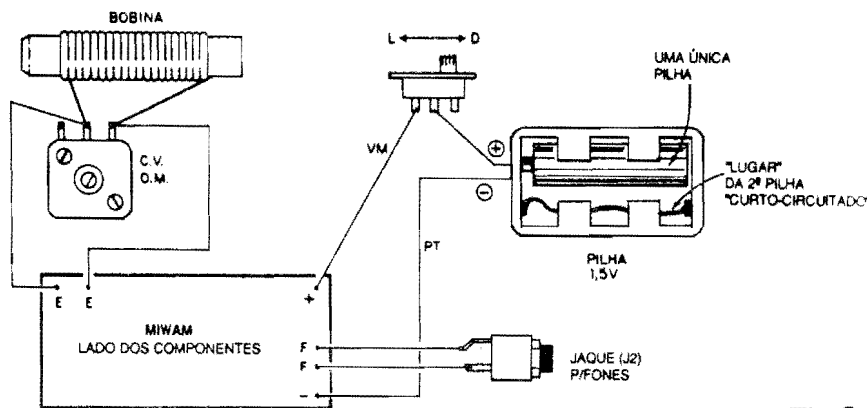

Fig.5
- FIG. 5 - CONEXÕES EXTERNAS À PLACA - O diagrama mostra as ligações das peças que ficam externamente à placa... Um aviso: para facilitar a visualização e evitar confusões, as cabagens são mostradas, na figura, um pouco longas... Na montagem "real", contudo, deve-se procurar manter todos os fios mostrados os mais curtos possíveis, por dois motivos: evitar problemas de funcionamento, já que parte do circuito opera em Frequências elevadas, e contém realimentações e altos ganhos, propiciando oscilações e instabilidades se